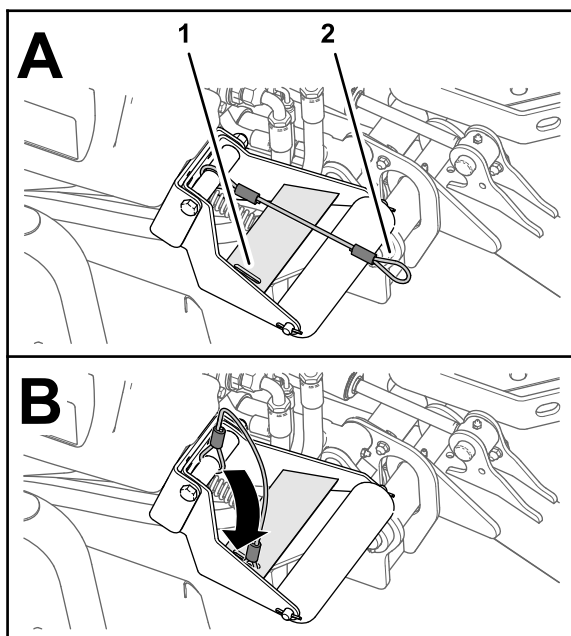

Figura 67
4. Con gli apparati di taglio abbassati, infilate l'occhiello del cordino nella fessura presente nella piastra di rinforzo del supporto del rullo (Figura 67).